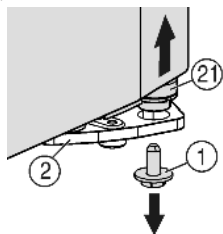
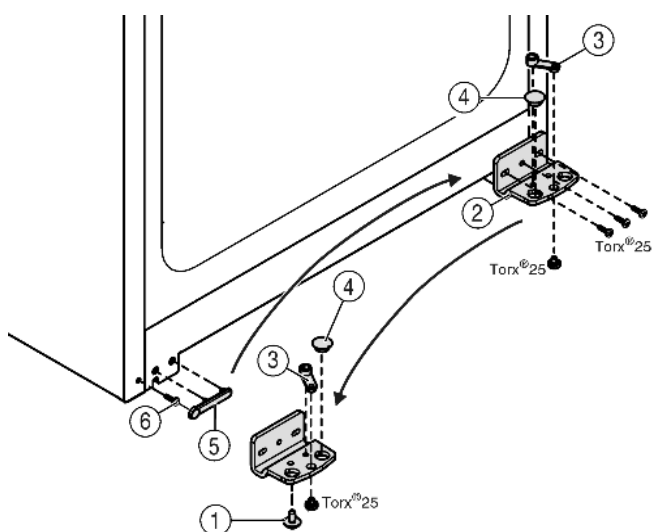

Fig. 5
Fig. 6
- ▶ Skruva ut låsskruven Fig. 5 (1) längst ned på lagerbocken.
- ▷ Lagerbulten Fig. 5 (21) lossnar från lagerbocken Fig. 6 (2).
- ▶ Om lagerbulten Fig. 5 (21) inte lossnar, pressa ut bulten från undersidan.
- ▶ Skruva av lagerbocken Fig. 6 (2).
- ▶ Skruva av lagerdelen Fig. 6 (3) och flytta den till lagerbockens motsatta monteringshål. Skruva åter fast lagerdelen.
- ▶ Ta bort pluggen Fig. 6 (4) från lagerbocken och flytta den till lagerbockens motsatta fästhål.
- ▶ Lyft försiktigt av täckbrickan Fig. 6 (5) på handtagssidan.
- ▶ Skruva ut skruven Fig. 6 (6) och sätt in den på den motsatta sidan.
- ▶ Sätt åter på täckbrickan Fig. 6 (5).
- ▶ Skruva ev. fast lagerbocken Fig. 6 (2) på den nya gångjärnssidan (med 4 Nm) med hjälp av en skruvdragare.
- ▶ Skruva in låsskruven Fig. 5 (1) nedtill i lagerbulten och dra åt den (med 4 Nm).